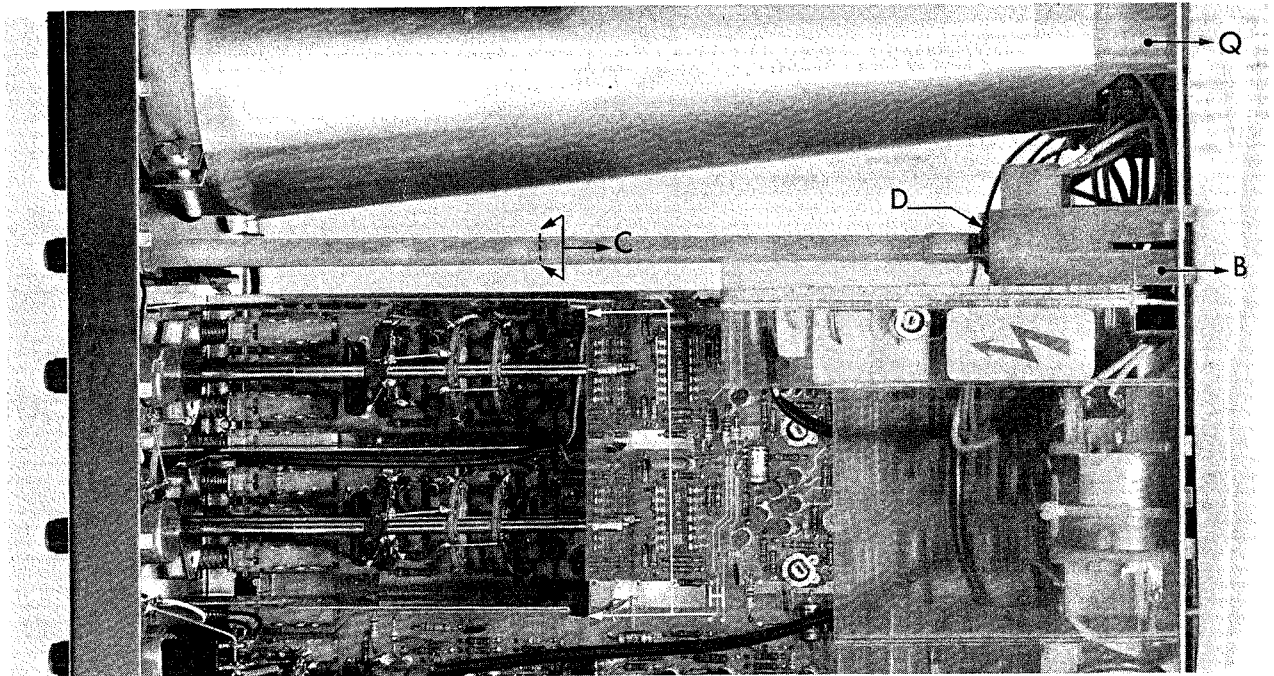

Fig. 2.6. Démontage
- Fier sauter les étriers plastique B (Fig. 2.6.) par les trous du panneau arrière.
- Tourner et tirer simultanément l'axe C (Fig. 2.6.) jusqu'à ce son extrémité soit aligné avec le trou (comme une clé).
- Dévisser l'écrou hexagonal D (Fig. 2.6.) afin de déposer le potentiomètre.
- Déboîter les plaquettes latérales de blindage de l'atténuateur en enfonçant la plaquette arrière (H) sur le flanc supérieur (voir Fig. 2.6.).
- Faire sauter les deux cosses nylon Q (voir Fig. 2.6.) arrière du tube, vers l'intérieur et tout en prêtant une attention particulière à l'écran métallique faire passer le t.r.c. par le panneau avant suffisamment que pour permettre la dépose du connecteur de base (pousser sur l'étrier nylon le cas échéant).